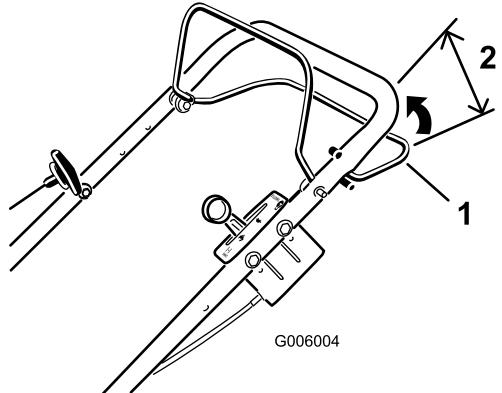
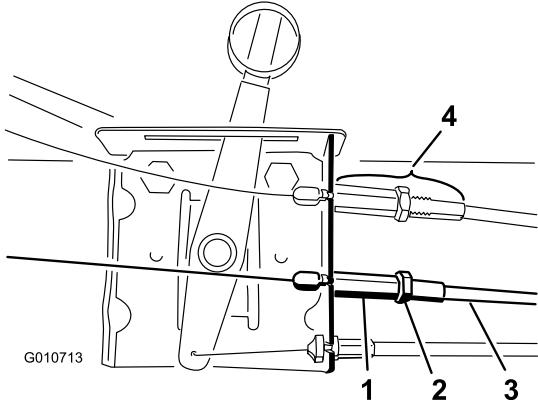

Figure 43
Figure 44
Si la tondeuse ne se propulse pas automatiquement ou avance quand la barre de commande d'autotraction est à plus de 57 mm du guidon (Figure 43), réglez l'autotraction.
1. Desserrez l'écrou de blocage (Figure 44).
2. Vissez la gaine du câble dans l'écrou soudé pour augmenter l'écart entre la barre et le guidon (ou dévissez la gaine de l'écrou soudé pour réduire l'écart) (Figure 44) jusqu'à ce que vous obteniez l'écart correct (Figure 43).